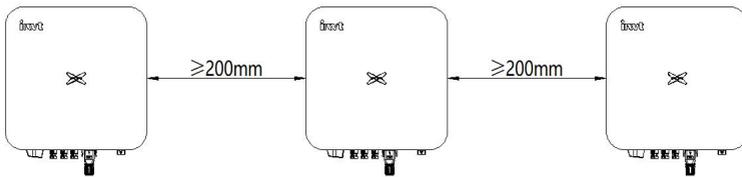

Abb. 4.5 Anforderungen bei Aneinanderreihung von Geräten
(4) Die Installationsfläche sollte senkrecht verlaufen, wie in Abbildung 4.5 dargestellt. Installieren Sie den Wechselrichter senkrecht oder $\leq 15^\circ$ nach hinten geneigt, um die Wärmeabfuhr des Geräts zu erleichtern. Neigen Sie den Wechselrichter nicht nach vorn, installieren Sie ihn nicht waagrecht, auf dem Kopf stehend, nicht zu weit nach hinten und nicht seitlich geneigt.